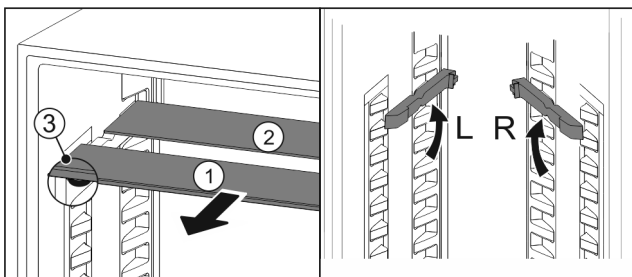

Fig. 77
- ▶ Sortir les tablettes par l'avant Fig. 77 (1).
- ▷ La tablette en verre Fig. 77 (1) avec bordure décorative est située à l'avant.
- ▷ Les butées Fig. 77 (3) sont orientées vers le bas.